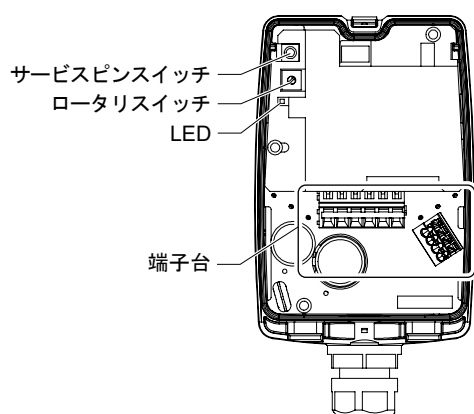

図19 端子台と各種スイッチ
* 本製品におけるサービスピンスイッチとロータリスイッチの位置については、『図19 端子台と各種スイッチ』を参照してください。
- (1) サービスピンスイッチを10秒間長押しします。
(2) 調整モードに入ります。
(3) 目的の動作番号まで、ロータリスイッチを回します。